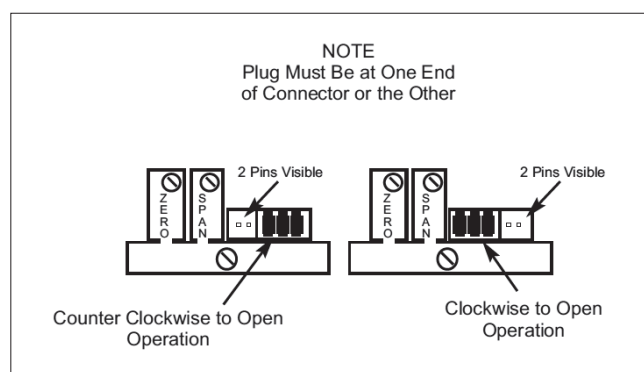

Fig. 49. Positionnement de la fiche pour fonctionnement du transmetteur.
- Vous pouvez désormais reconnecter le câble du potentiomètre aux broches du bornier du transmetteur. Le positionnement de la fiche de borne dépend du sens de fonctionnement de la vanne (cf. Fig. 49). La fiche doit être systématiquement alignée d'un côté ou de l'autre de la borne à cinq broches sur la carte du transmetteur.